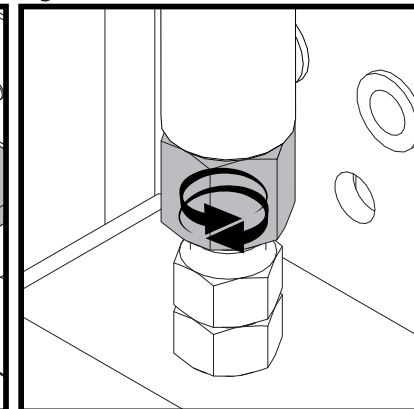

Figura 8-3
3 - Observe que o peso fracionado (K) irá subir ou descer (Figura 8-3).